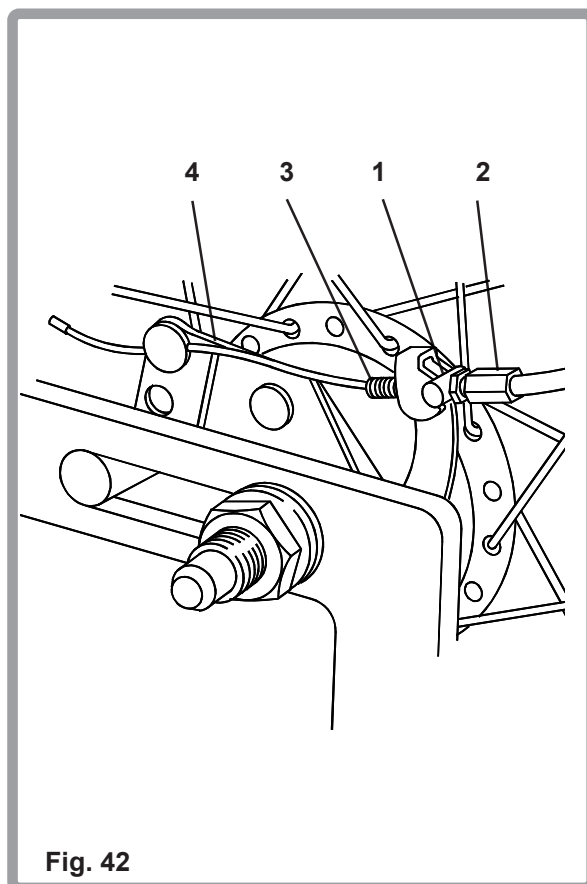

Fig. 42
Para ajustar los frenos de tambor (Fig. 42), afloje la tuerca de bloqueo A/F de 8mm (1) ubicada en el cable exterior A/F de 8mm del freno (2) y gire hacia afuera el ajustador con rosca (3) hasta conseguir la tensión necesaria del cable interior (4). Apriete la tuerca de bloqueo (1). Debe sujetar el cable exterior con una segunda llave inglesa mientras aprieta la tuerca de bloqueo.